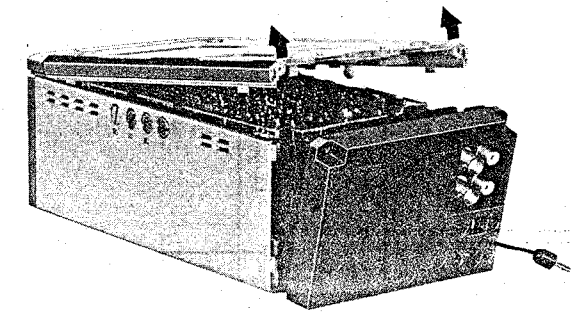

Fig. 3 Abb. 3
2. Remove cabinet by lifting it upwards as shown in Fig. 3.
3. Remove the bottom case by lifting it upwards, as shown in Fig. 3.
2. Das Gehäuse zum Entfernen nach oben abheben, wie in Abb. 3 gezeigt.
3. Die Bodenabdeckung zum Entfernen nach oben abheben, wie in Abb. 3 gezeigt.